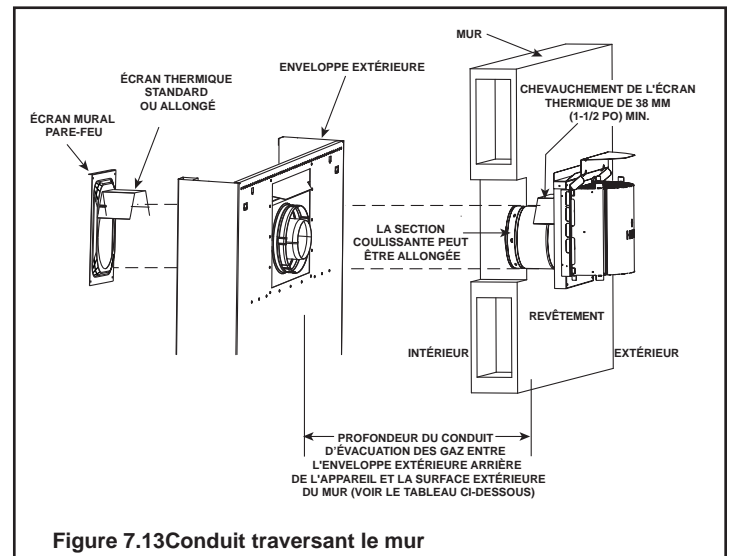

Figure 7.13 Conduit traversant le mur
- **NE PAS** enlever les écrans thermiques fixés à l'écran mural pare-feu et à l'extrémité du terminal horizontal (présenté à la figure 7.13).
L'écran thermique est en deux parties. L'une des parties a été fixée à l'écran mural pare-feu lors de la fabrication. L'autre partie a été fixée à l'extrémité du terminal lors de la fabrication. Voir la figure 7.13.